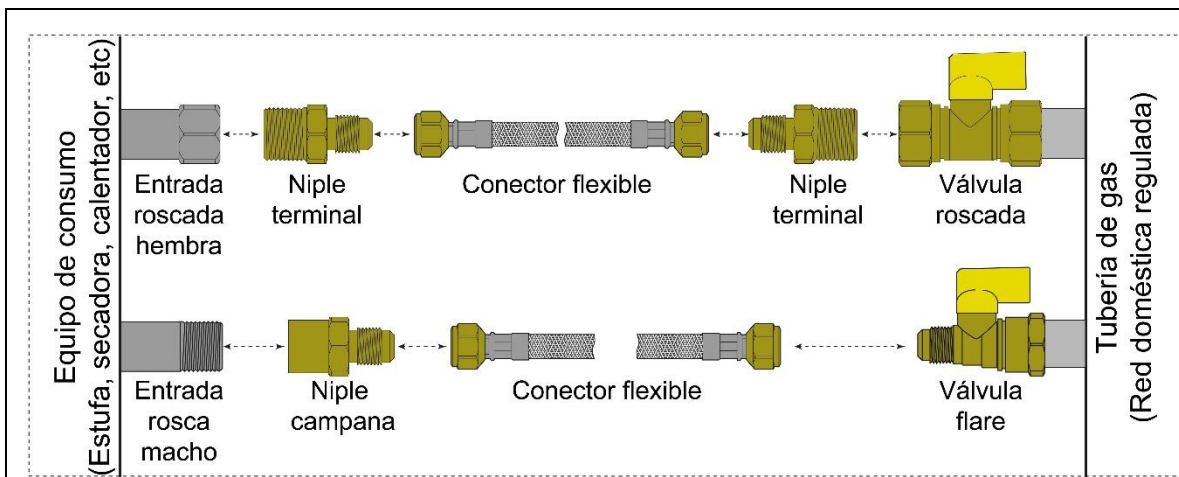

Figura 4. Ejemplo de conexiones de conector flexible.
1.2.1.6 No ensamble el conector flexible directamente a la tubería de suministro, utilice siempre una llave de control apropiada para la instalación. Así como las conexiones de latón requeridas para conectarse al equipo de consumo. (Ver Figura 4)